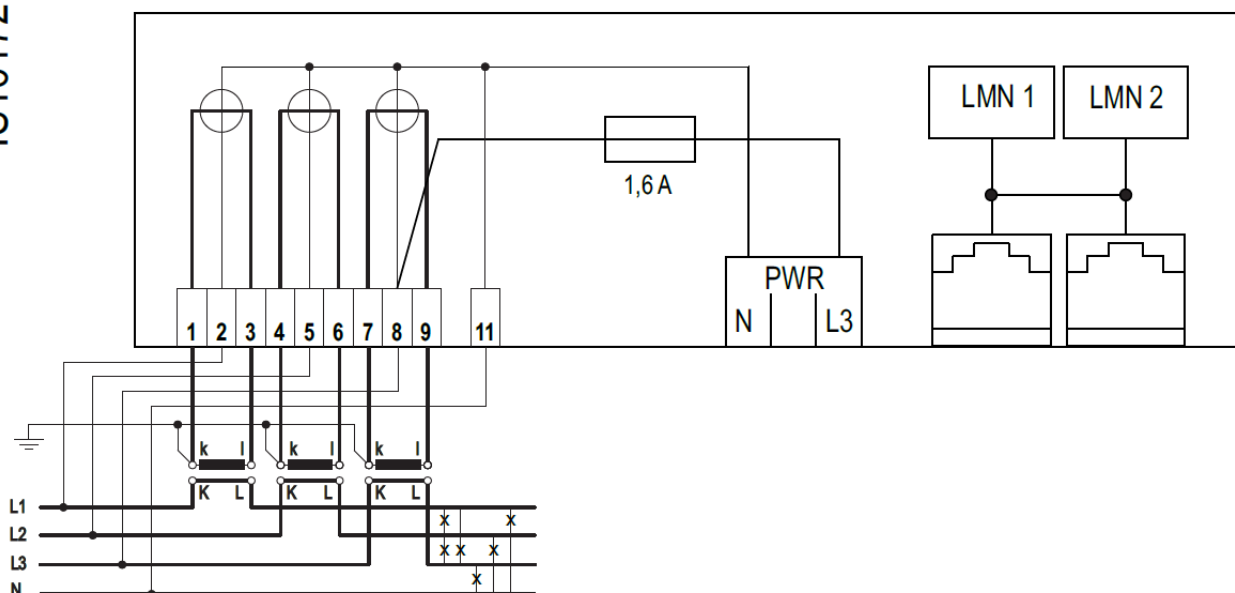

Abbildung 24: Anschlussplan für den Zähler MT63x-T1.
2. Schließen Sie den Außenleiter gemäß dem Anschlussplan an (siehe Abbildung 24).